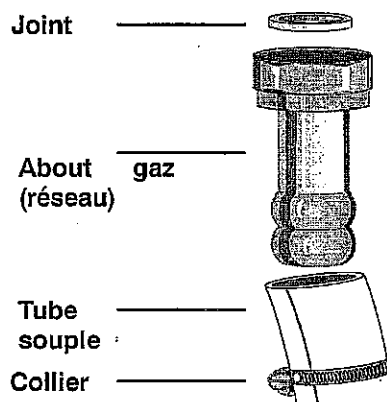

Fig.2
- Utilisez un tube souple en caoutchouc d'une longueur maxi de 1,50 m et de 15 mm de diamètre intérieur monté avec son about gaz (Fig. 2).